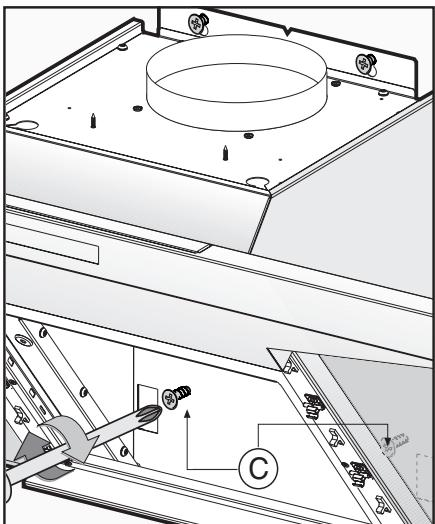

Fig. 8
- Als alles is afgesteld bevestigt u de kap definitief met behulp van de 2 schroeven **C** (afb. 8).